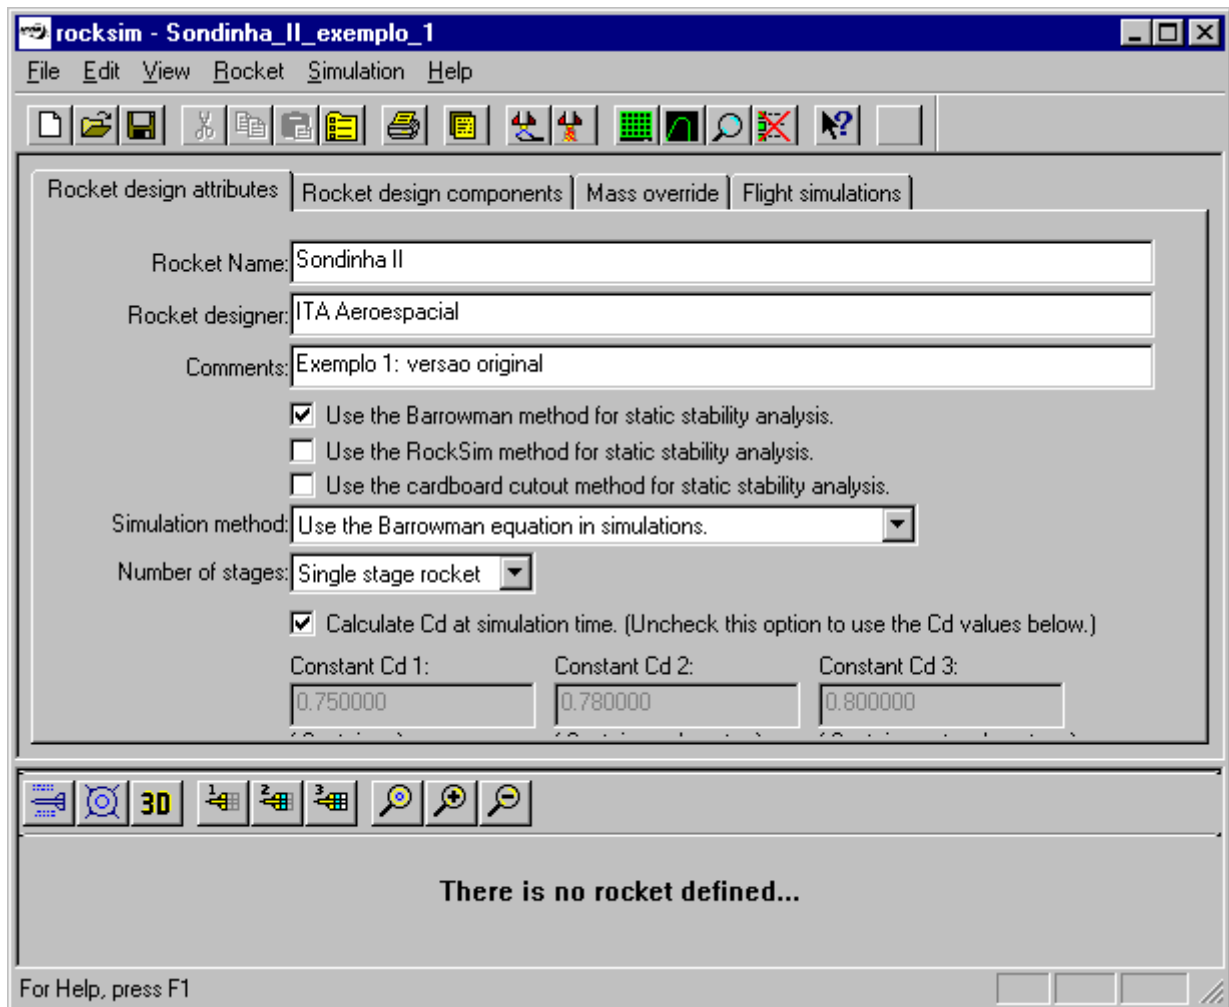

Figura 2. “Rocket design attributes” do exemplo 1.
2) Definir os dados do item “Rocket design attributes” do menu principal, de acordo com os dados mostrados na Figura 2.